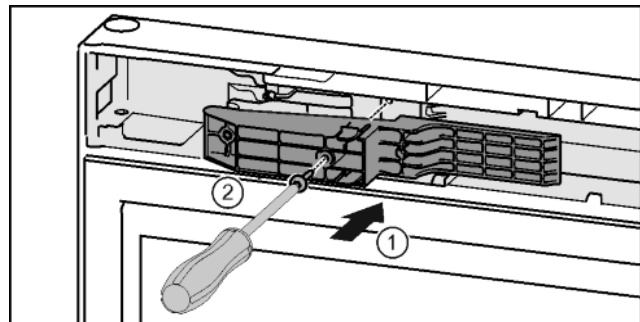

Fig. 47*
- ▶ Adapterstück auf der Griffseite in die Aussparung einsetzen.* Fig. 47 (1)
- ▶ Schrauben mit Schraubendreher T15 festschrauben.* Fig. 47 (2)